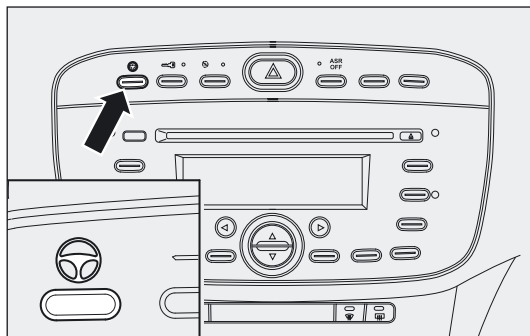

fig. 117
- ☐ door het verlichten van het opschrift CITY op de knop, nadat deze knop is ingedrukt fig. 117.